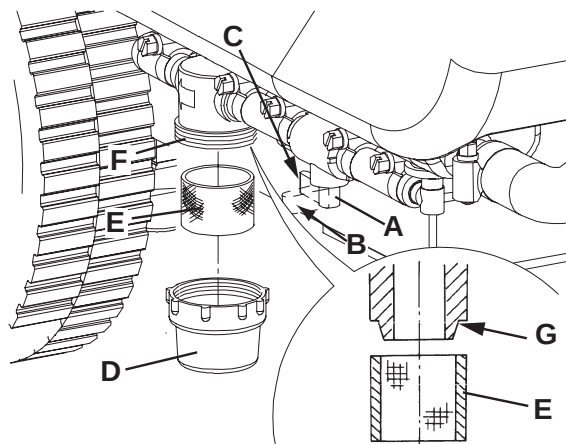

Figure 8
2. Positionner la clé de contact (80) sur "0".
3. Fermer le robinet (A, Fig. 8) de la solution situé dessous la machine, derrière la roue arrière droite. Le robinet (A) est fermé quand il se trouve dans la position (B) par rapport aux tuyaux ; il est ouvert quand il se trouve dans la position (C).
4. Déposer le couvercle transparent (D), puis déposer le filet filtrant (E). Les nettoyer et les reposer sur le support (F).